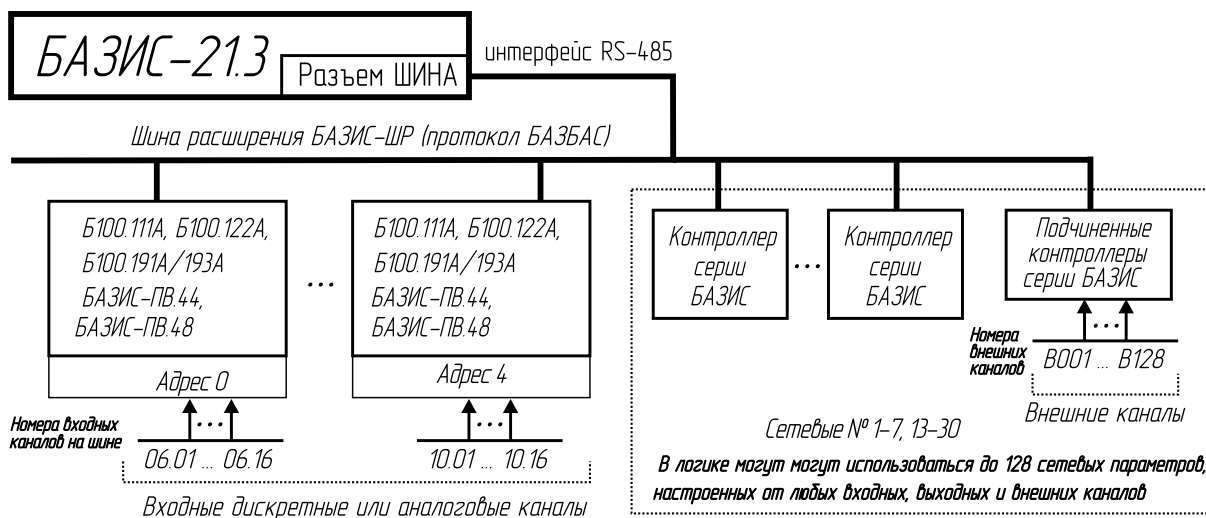

Рис. 2.1. Структурная схема шины расширения БАЗИС-ШР контроллера БАЗИС-21.3
- По шине расширения (Рис. 2.1 на с. 21):
Для наращивания количества каналов и средств сигнализации или сбора информации на шину расширения по протоколу БАЗБАС (Рис. 2.1 на с. 21) могут подключаться: